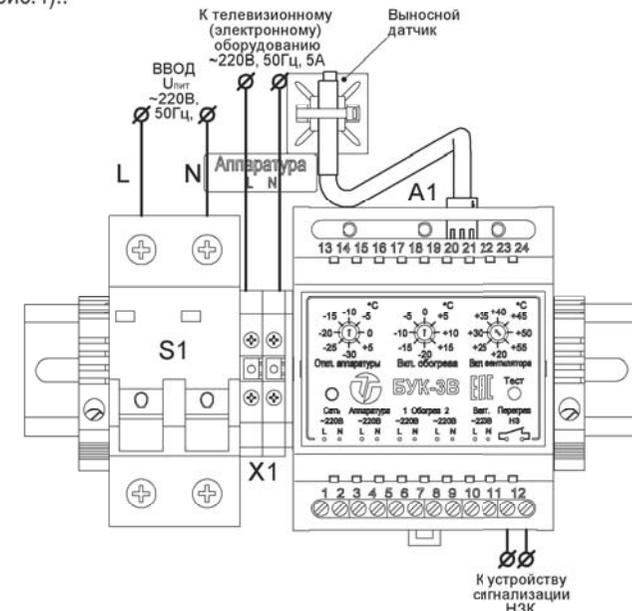

Рис.2. Подключение термощафа
Подключение термощафа производится в соответствии со схемой электрической принципиальной (рис.2 и рис.4). Для подключения необходимо:
2. Подключить телевизионное (электронное) оборудование к клеммам X1 (сечение подключаемых проводов до 6 мм2), при этом фазный провод (L) соединить с контактом 1.1, нулевой провод (N) с контактом 2.1.
4. Подключить БУК-3В (контакты 11 и 12 «Перегрев НЗ») к внешнему устройству сигнализации (рис.2 и рис.4).
5. Подключить кабель питания к входу автомата питания S1 (сечение подключаемых проводов до 25 мм2), при этом фазный провод (L) соединить с контактом 1, нулевой провод (N) с контактом 3 (рис.2 и рис.4)..